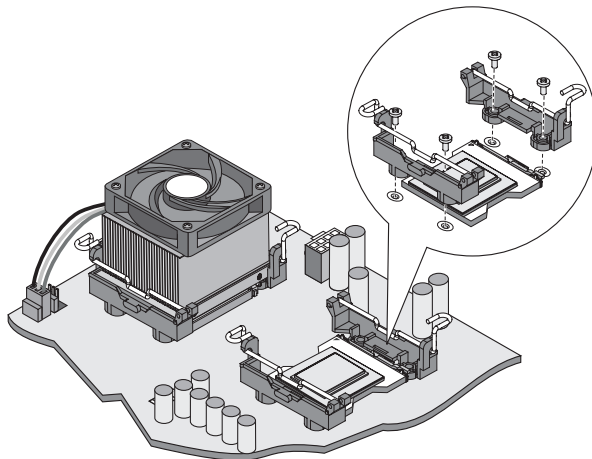

Abbildung 2-17: Anbringen der Halterungen für den Kühlkörper
4. Wiederholen Sie diesen Vorgang für die andere Halterung (siehe Abbildung 2-17).